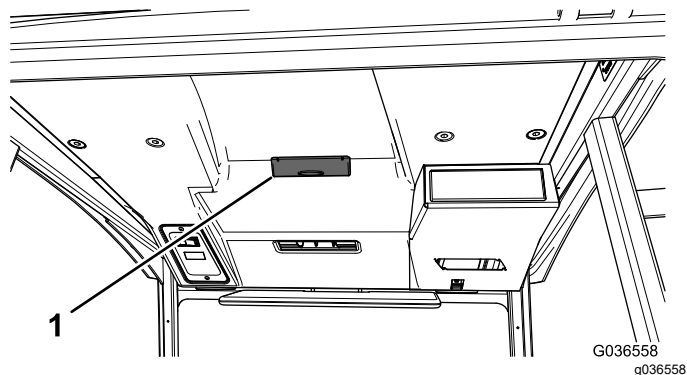

**Figure 25**
5. Tournez les poignées des goupilles de verrouillage à l'horizontale (Figure 25) et fixez les goupilles de verrouillage avec les 2 goupilles fendues.